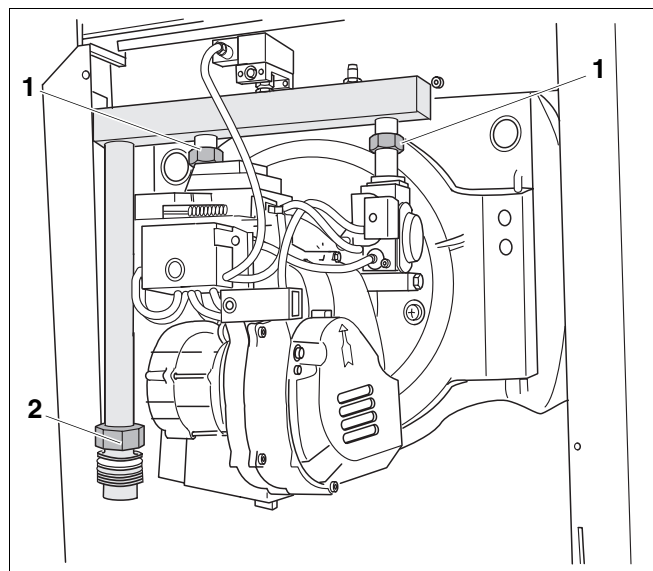

Abb. 9 Türanschlag und Gas-Anschlussrohr umbauen
- Überwurfmuttern (Abb. 9, **Pos. 1**) mit Schlüssel SW 39 lösen.
- Gas-Anschlussrohr um 180 ° drehen und für den linken Gasanschluss (Abb. 9, **Pos. 2**) positionieren.
- Überwurfmuttern (Abb. 9, **Pos. 1**) mit 50 bis 80 Nm festziehen.